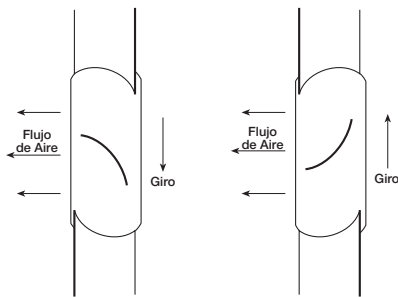
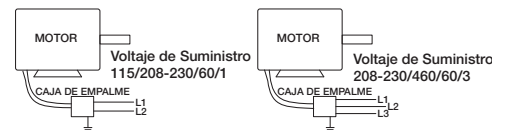

Figura 6 — Calcomanía de Giro
Figura 11 — Diagrama de Cableado Típico
12. Se debe comprobar la dirección de giro de la hélice encendiendo momentáneamente la unidad. El giro se debe realizar en la misma dirección que indica la calcomanía de giro puesta en la unidad o según se muestra en la Figura 6. Para las instalaciones trifásicas, el giro del ventilador se puede invertir intercambiando dos de los tres conductores eléctricos. Para las instalaciones monofásicas, siga el diagrama de cableado que se encuentra en el motor o consulte la Figura 11.
2. Conecte el motor en el voltaje que desee según el diagrama de cableado que se encuentra en el motor o consulte la Figura 11 para conocer el diagrama de cableado de conexiones.
2. Encienda el ventilador y apáguelo inmediatamente para revisar el giro de la hélice con la flecha direccional en el compartimiento del motor. Consulte la Figura 6.